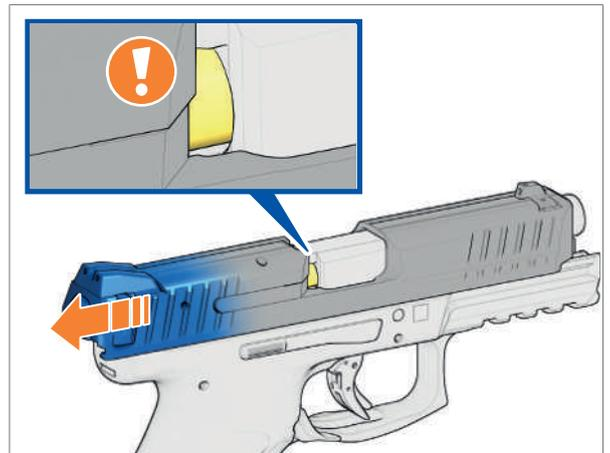

Abb. 54: Verschluss nach hinten ziehen
1. Verschluss nach hinten ziehen, bis erkennbar ist ob sich eine Patrone im Patronenlager befindet (Abb. 54).